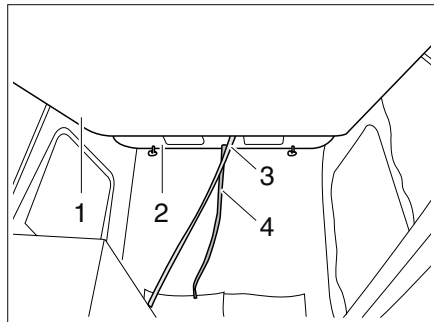

Bild 135 Bett im Schlafdach
- Schlafdach (Bild 135,2) an den Griffen mit beiden Händen nach oben drücken.
- Matratze (Bild 135,1) an Ziehvorrichtung (Bild 135,3) nach unten ziehen bis sie hörbar einrastet.
- Matratze (Bild 135,1) nach oben drücken.
- Schlafdach an der Ziehvorrichtung (Bild 135,4) nach unten ziehen.